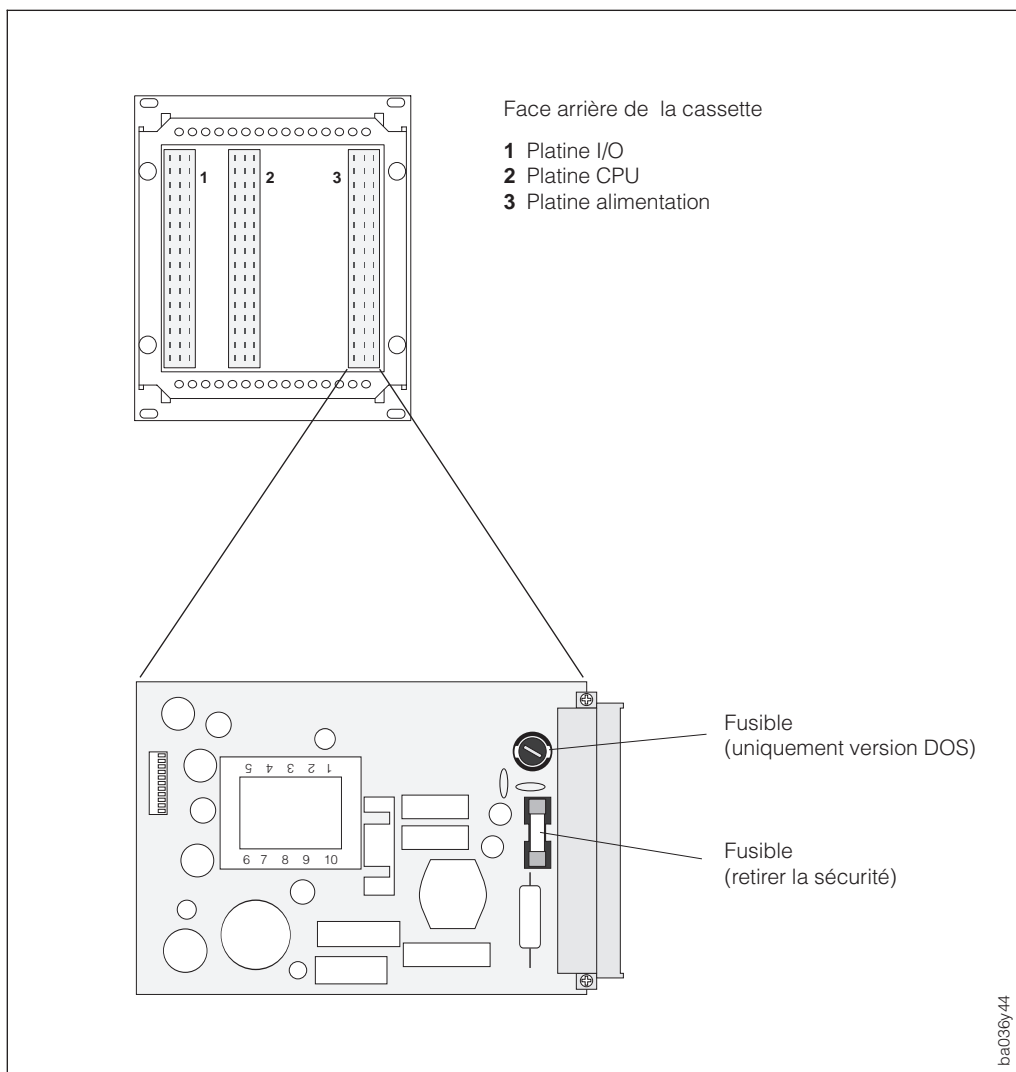

Fig. 21
3. Les fusibles se trouvant sur la platine d'alimentation (voir fig. 21), démontez d'abord la platine comme décrit à la p. 104.